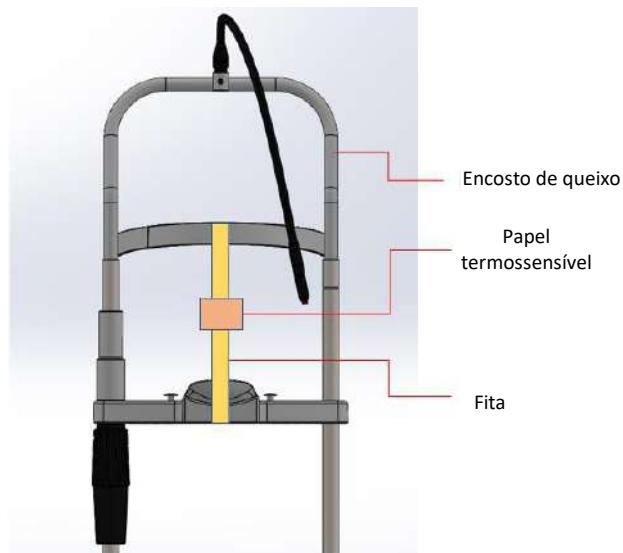

Figura 28: Fita alvo com papel fotográfico
6. Movimente o cabeçote do laser com o joystick de modo que o feixe de mira coincida em um ponto no alvo do papel termossensível (ver Figura 28). O feixe de mira também deve estar no centro da iluminação LED.